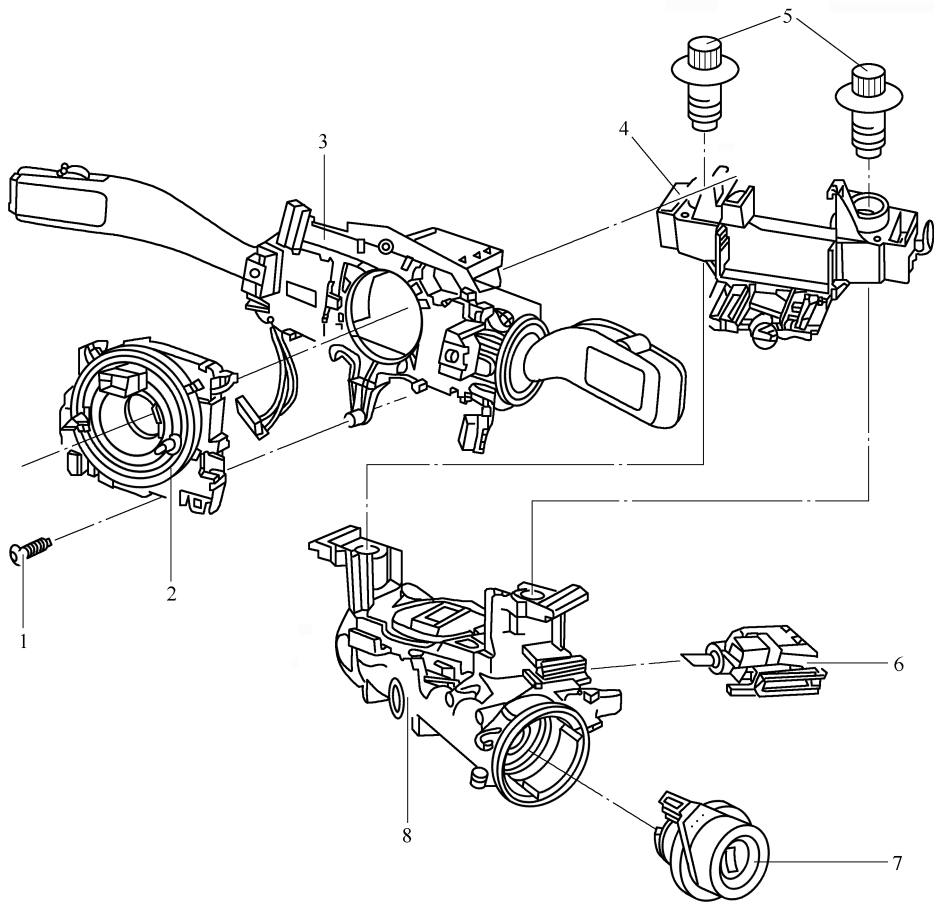

图 5-4-1 组合开关的结构(制造商:Kostal)
1) 装配概述(制造商: Kostal), 如图 5-4-1 所示。